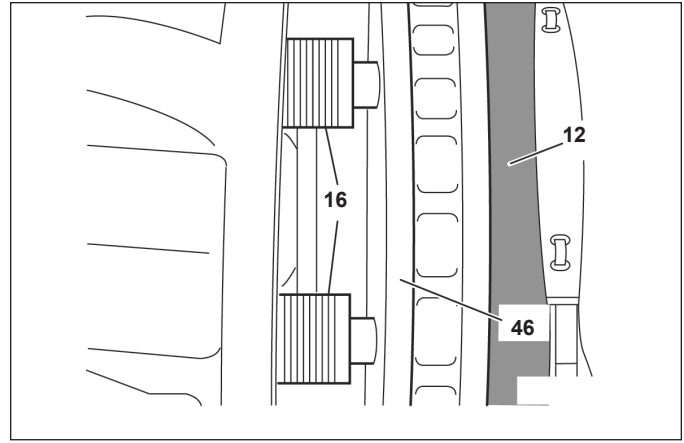

Figure 51 – Utilisation d'une plaquette neuve comme entretoise
5.5.10 Examiner les tubes filetés (16). Cf. Figures 51 et 52. Sortir un peu les tubes – moins de 1,75 po (44,5 mm) – en tournant l'adaptateur de cisaillement (61) dans le sens horaire. Vérifier les filets (rouille, corrosion, dommages, etc.). Remplacer l'ensemble étrier/porte-garniture si les filets présentent des dommages ou s'ils sont très rouillés ou corrodés.
Si le technicien travaille sur un étrier monté sur le véhicule, il lui sera utile de placer une plaquette de frein neuve (12) dans le logement externe pour interdire le dévissage complet des tubes. (Cf. Figure 51.)